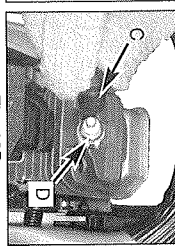

Fig. 18B
3. Débranchez le connecteur du fil (C) de la bougie (D) en le tirant et tordant à la fois (Fig. 18B).